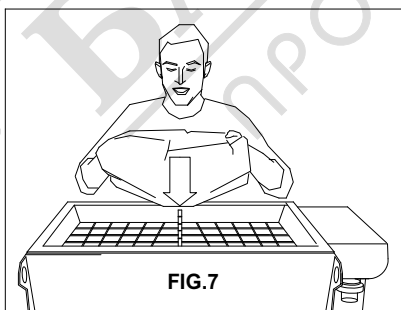

FIG.7
- Caricare il materiale premiscelato secco. Prendere i sacchi di materiale appoggiarli in modo deciso alla griglia rompiscacco (rif.10,fig.1), sollevare le due estremità del sacco fino a svuotarlo completamente all'interno della tramoggia(fig.7).